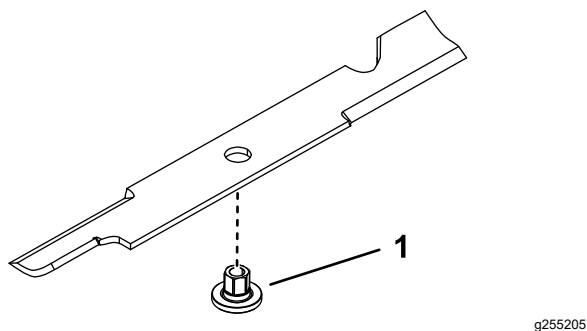

Bild 73
1. Montieren Sie eine Buchse durch das Messer, wobei der Bund der Buchse auf der unteren (Gras-)Seite des Messers liegen muss (**Bild 73**).